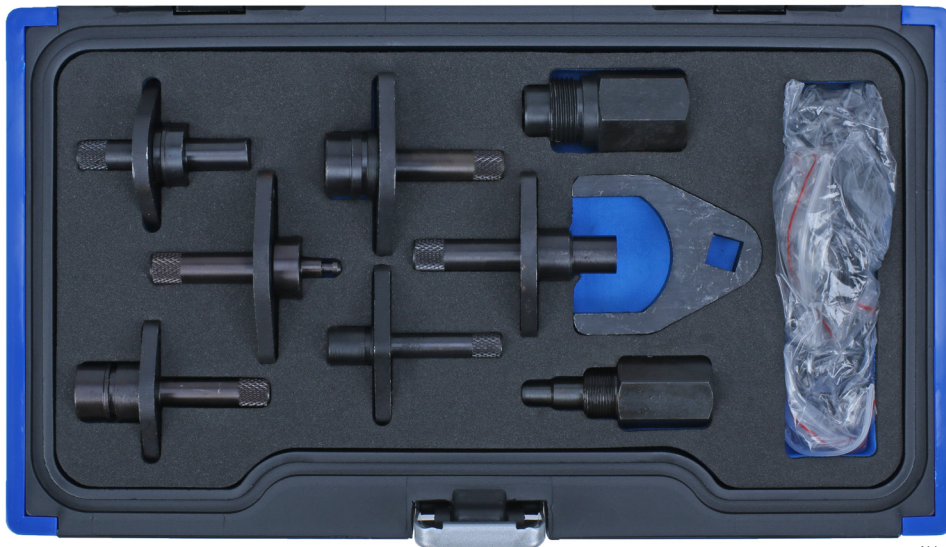

Abb.5
- mit dem Zubehörsatz Nr. 3351 (Seite 8 / Abb.5) können zusätzlich die Funktionsfähigkeit des Druckreglers und der Hochdruckpumpe geprüft werden
Um zu überprüfen ob der Regler oder die Hochdruckpumpe defekt sind, wird der Adapter-Satz für Common-Rail Prüfgerät, Condor Nr. 3351 (Seite 8 / Abb.5) benötigt.